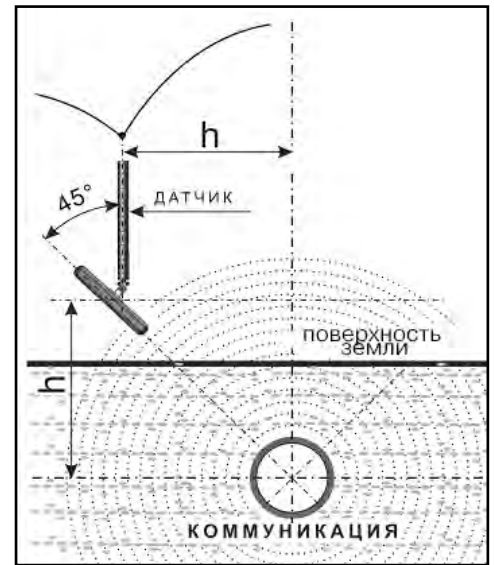

Рис. 9.1
2. При положении антенны ЭМД перпендикулярном трассе и под углом 45° к поверхности земли, минимум сигнала наблюдается на удалении от точки «над трассой», равном глубине залегания коммуникации, когда ось антенны пересекает ось трассы. Это косвенный метод измерения глубины залегания коммуникации (рис. 9.1).